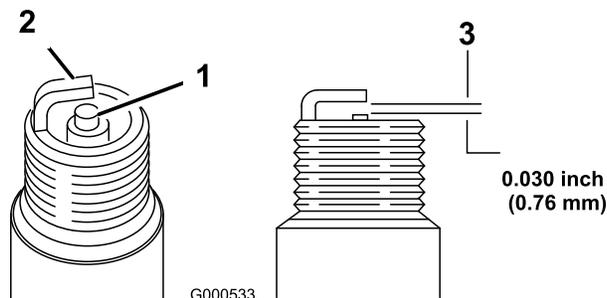

Рисунок 26
11. Установите в свече зазор, равный 0,76 мм, как показано на Рисунок 26.